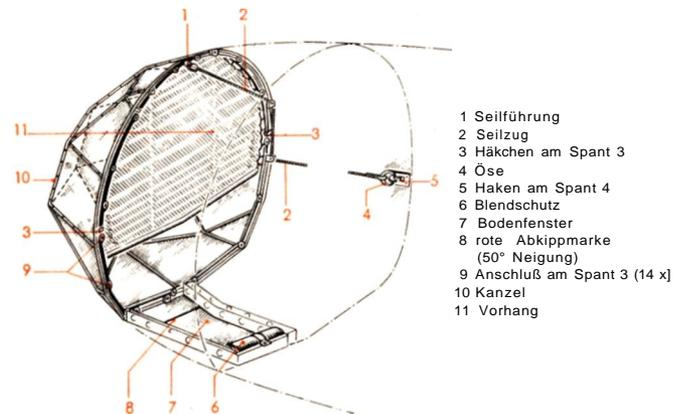

Abb. 3 Kanzel mit Blendschutz
Die als Vollsichtkanzeln (Abb. 3) ausgebildete Rumpfspitze ist am Spant 3 des Rumpfwerkes mit vierzehn Sechskantschrauben lösbar verbunden. Bei der Verglasung der Kanzel sind die seitlichen Sichtscheiben aus Plexiglas, die mittleren Hauptsichtscheiben aus Verbundglas (Sicherheitsglas) hergestellt. Die einzelnen Scheiben sind mit Deckleisten und Linsensenschrauben auf dem Kanzelgerüst befestigt.
Als **Blendschutz** dient ein Vorhang (11) (Abb. 3), der im heruntergelassenen Zustand mit seinen Seiten in Hälchen (3), die am Spant 3 angenietet sind, eingehängt ist. Wird der Vorhang (11) als Blendschutz nicht benötigt, so ist er durch den Seilzug (2) mit Öse (4) hochzuziehen, worauf die Öse in den Haken (5) am Spant 4 eingehängt wird. Das Bodenfenster (7) sowie die drei Seitenfenster werden ebenfalls mit Vorhängen überdeckt.
Zusätzlich befinden sich noch seitlich zwischen Spant 3 und 4 Fenster aus Plexiglas. Das neben dem Zielgerät für dessen Nachtsicht angeordnete Fenster ist als Klappfenster ausgebildet. Für den Führer ist zur besseren Bodensicht zwischen den Seitenruderfußhebeln im Rumpfboden ein Fenster (7) (Abb. 3) aus Verbundglas eingebaut. Bodenfenster und feste Führerraumüberdachung sind mit roten Abkipprmarken für den Sturzflug 150° Neigung versehen (siehe (8) Abb. 3 und 12). Vor dem Führer und dem Bombenschützen bei Spant 4 ist die Hauptgeräte-tafel, über die ganze Breite des Rumpfes gehend, in Stoßdämpfern elastisch gelagert. Links an der Rumpfsseitenwand ist der Bedientisch angeordnet.